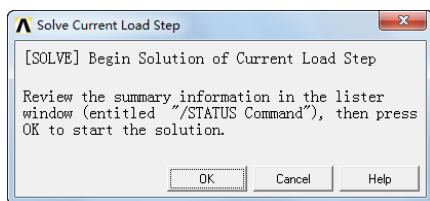

图 8-58 求解当前载荷步确认对话框
①从主菜单中选择 Main Menu: Solution > Solve > Current LS 命令，打开一个确认对话框和状态列表，如图 8-58 所示，要求查看列出的求解选项。